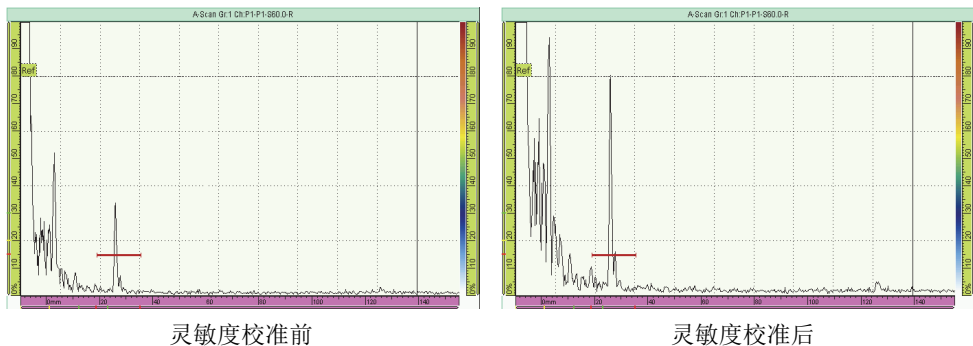

图 5-13 灵敏度校准前、后的参考反射体信号
3. 选择 **UT 设置 > 高级 > 参考波幅**，然后输入所需的参考波幅值（第 115 页的图 5-13 的示例中为 80 %）。
第 115 页的图 5-13 显示在使用**设定为 XX.X%**指令前、后的参考反射体信号。